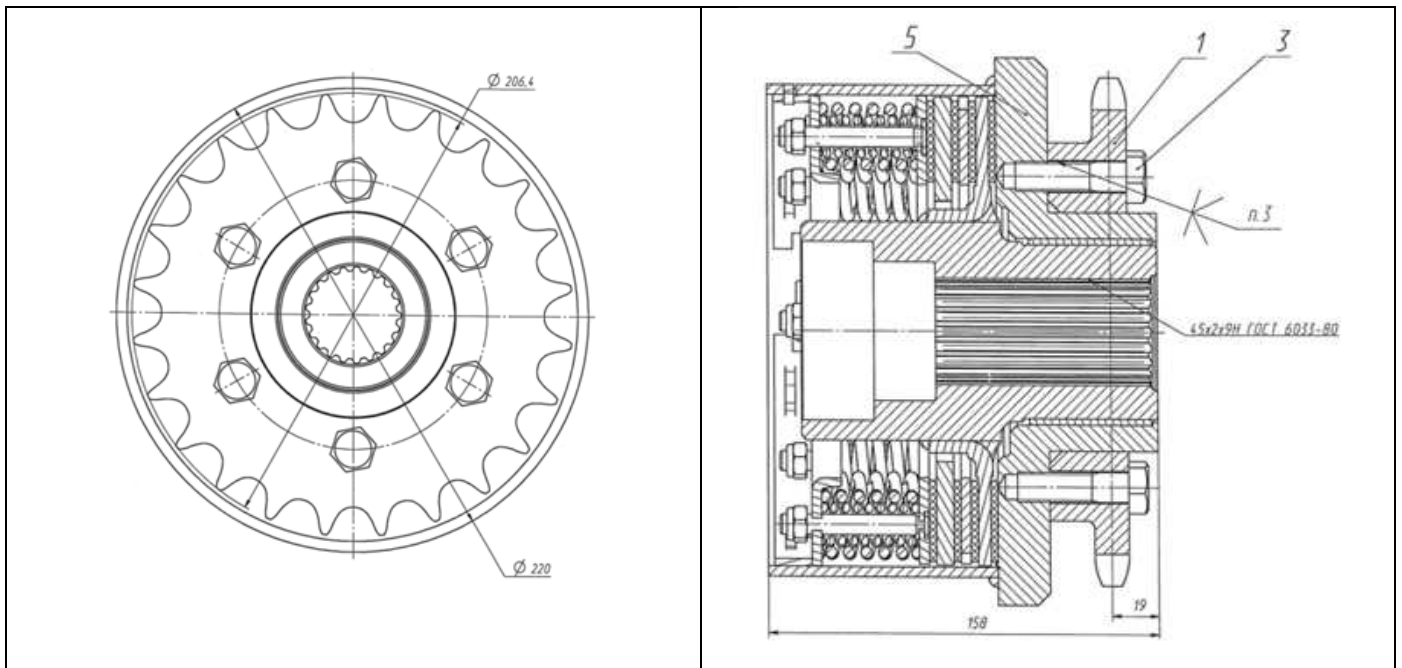

Рисунок 6.12
6.2.6.2 Если на подборщике установлена предохранительная фрикционная муфта с блоком пружин (рисунок 6.12), то требуемую величину момента устанавливают изменяя положение стопорного кольца (рисунок 6.13). Предварительно, для ослабления стопорного кольца, необходимо подтянуть гайки болтов. После установки кольца гайки отпустить.